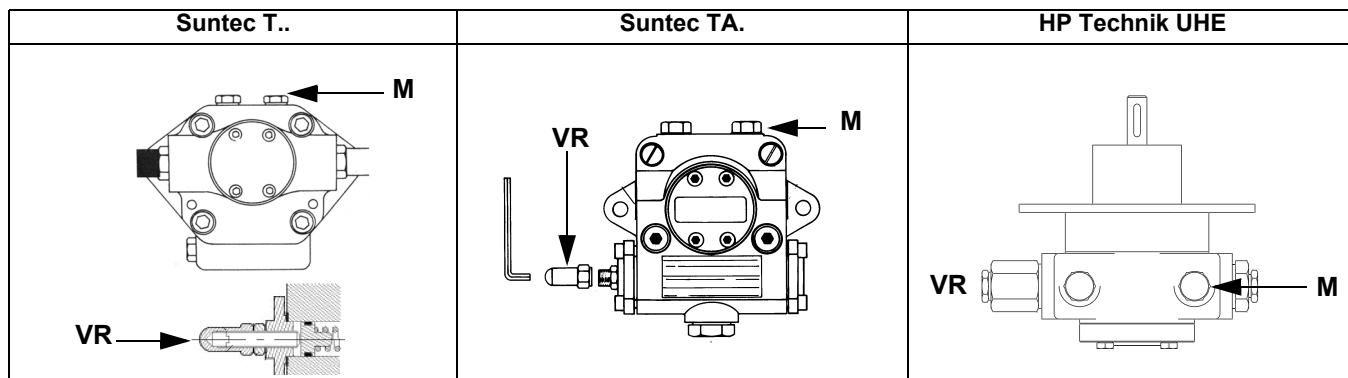

Рис. 8
- 3 выпустить воздух со штуцера (**М**) манометра насоса (Рис. 8), расслабив слегка заглушку, но не снимая ее; затем отпустить контактор;